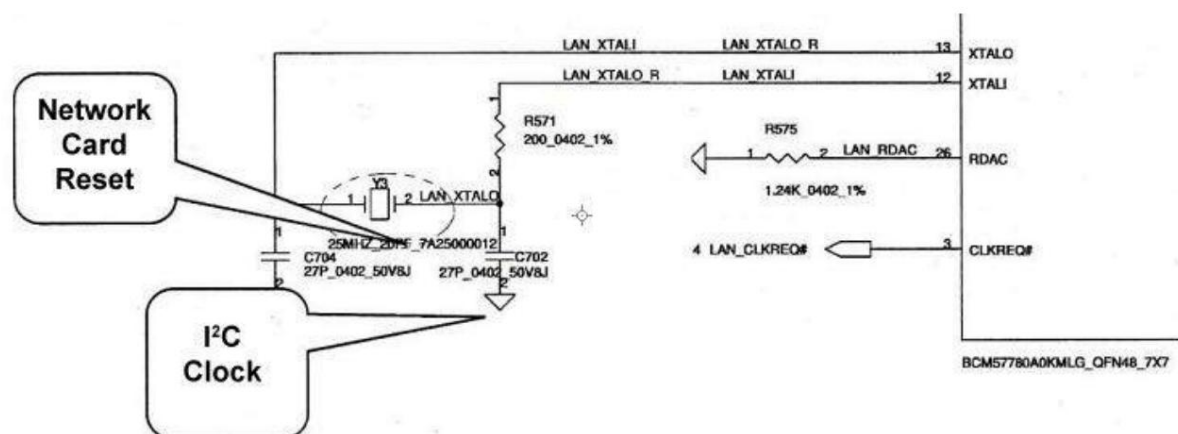

Figura 21-42: Cristal de 25 MHz de la tarjeta de red
(2) El cristal de 25MHz de la tarjeta de red, se muestra en la figura 21-42.